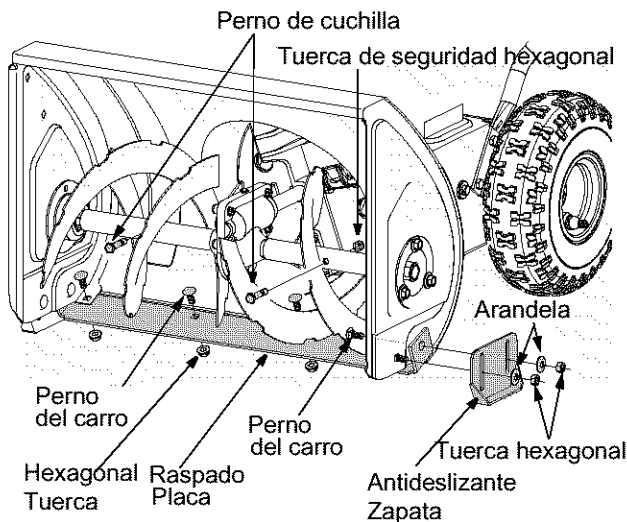

Figura 11
1. Saque los cuatro pernos de carro, las arandelas belleville y las tuercas hexagonales que ajustan las zapatas antideslizantes a los dos costados de la máquina quitanieve. Ver Figura 11 .
3. Para sacar la placa de raspado, saque la zapata y el resto de las piezas metálicas, incluyendo los pernos de carro, las arandelas belleville y las tuercas hexagonales que ajustan la placa de raspado a la caja de la máquina quitanieve. Por la ubicación de la placa de raspado, consulte Figura 11 .
Las barrenas están ajustadas al eje espiral con dos pernos de cuchilla y tuercas hexagonales de seguridad. Ver Figura 11 . Si golpea un objeto extraño o una barra de hielo, la máquina quitanieve está
Si las barrenas no giran, verifique si los pernos se cortaron. Reemplácelos cuando sea necesario. Ver Figura 11 .